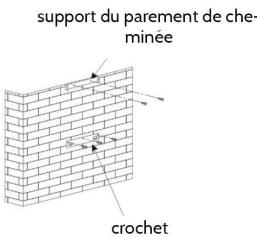

figure 2
2. Une fois la hauteur déterminée, attachez le support d'ancrage à l'endroit approprié. Pour ce faire, vous devez d'abord percer des trous (vous avez besoin d'une perceuse, de forets adaptés, de chevilles et de vis), puis fixez le support d'ancrage au mur à l'aide des vis. Une fois le support d'ancrage fixé, fixez le support interne du parement de cheminée en suivant la même procédure (voir la figure 2). Veuillez être attentif à respecter la distance correcte (vérifiez les mesures), car le parement de la cheminée sera fixé plus tard sur ce support.